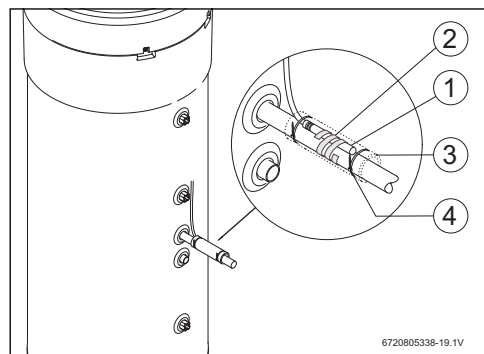

Fig. 12
- ▶ Posizionare la sonda di temperatura NTC dell'accessorio [1] come illustrato in fig. 12.